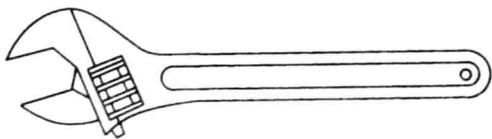
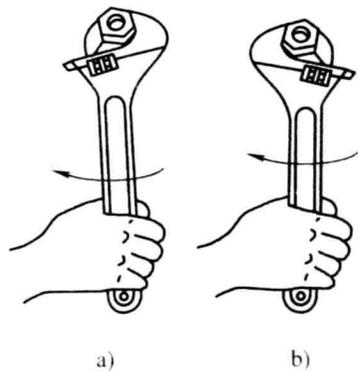

图 1-13 活扳手
图 1-14 活扳手的使用
② 扳手。扳手用来旋紧或松开六角形、正方形螺钉和各种螺母。常用的扳手有以下几种。
a. 活扳手。如图 1-13 所示，它由扳手体、固定钳口、活动钳口和蜗杆组成，常用规格有 100mm、150mm、200mm、250mm、300mm、350mm 和 400mm 等几种。使用时可根据需要来选择，并注意钳口受力的方向和钳口的开度（图 1-14），否则扳手容易损坏。